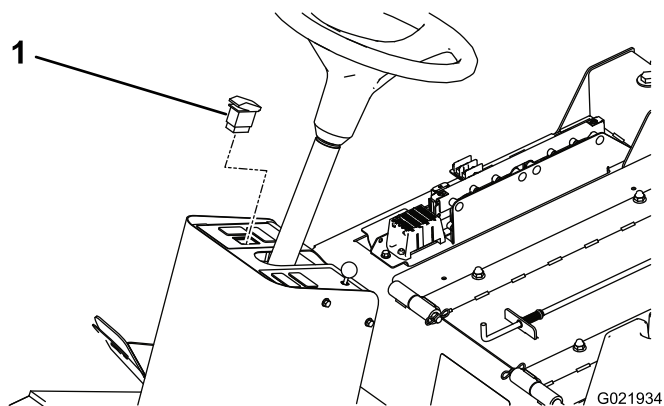

Figura 3
3. Montate l'interruttore della luce di segnalazione sul cruscotto del piantone dello sterzo (Figura 3). L'interruttore degli indicatori di direzione è On-Off-On.